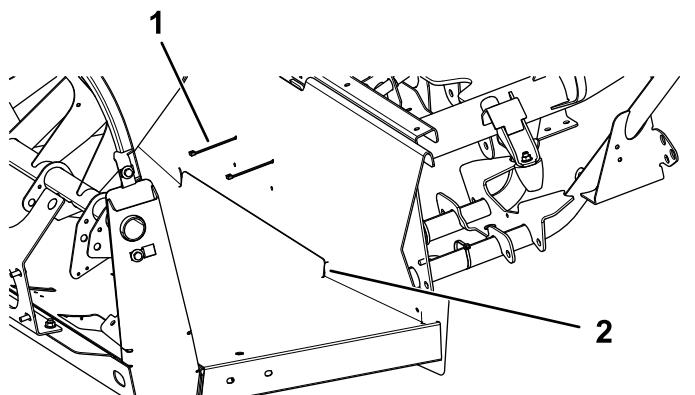

Figura 23
3. Pliegue hacia abajo la aleta e introduzcalo detrás del reborde de la puerta (Figura 23).
4. Fije la aleta con 2 bridas alrededor del tubo del chasis central (Figura 23)